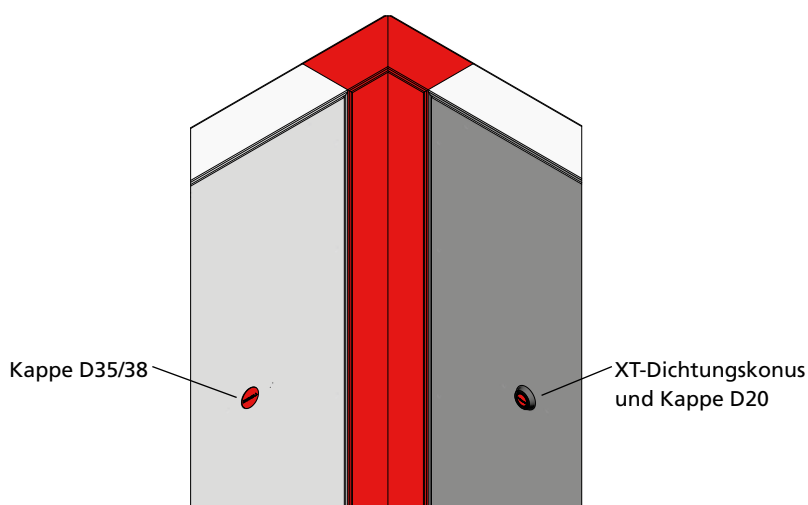

Abb. 18.5
Zum Schließen nicht benutzter Kombi-Ankerstellen, z.B. im Eckbereich, können die Kappe D 35/38 oder alternativ der XT-Dichtungskonus (10) mit aufgedrückter Kappe D20 verwendet werden (Abb. 18.5).